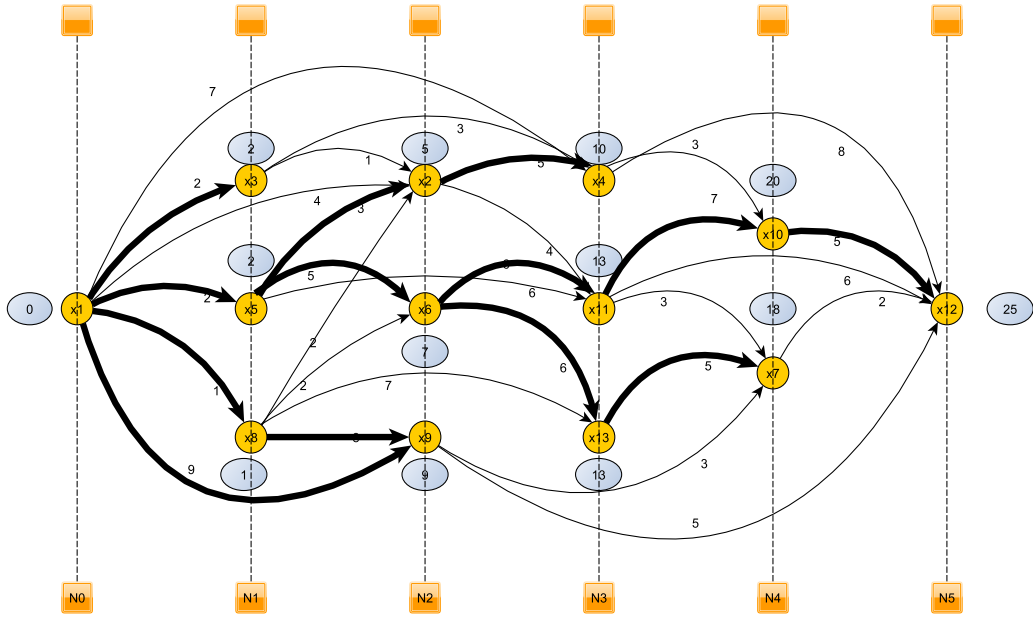

FIGURE 1.21 – Chemins maximaux - Exemple 1.2.3
Le graphe prend maintenant les valeurs indiquées par la figure 1.21.
- Sur la figure 1.21, on a repassé en traits épais les arcs 1-maximaux au fur et à mesure qu'ils ont été déterminés. La marque de chaque sommet  $x_k$  c'est-à-dire  $\boxed{\alpha_k}$  est la longueur d'un plus long chemin reliant le sommet  $x_1$  au sommet considéré  $x_k$ . Il n'y a pas qu'un seul chemin reliant le sommet  $x_1$  à un sommet donné de longueur maximale. Par exemple, le chemin  $(x_1, x_5, x_6, x_{11}, x_{10}, x_{12})$  est de longueur 25 et est le seul à relier  $x_1$  à  $x_{12}$ . Les chemins reliant  $x_1$  à  $x_9$  sont au nombre de 2 à savoir  $(x_1, x_9)$  et  $(x_1, x_8, x_9)$ , de longueur maximale 9.